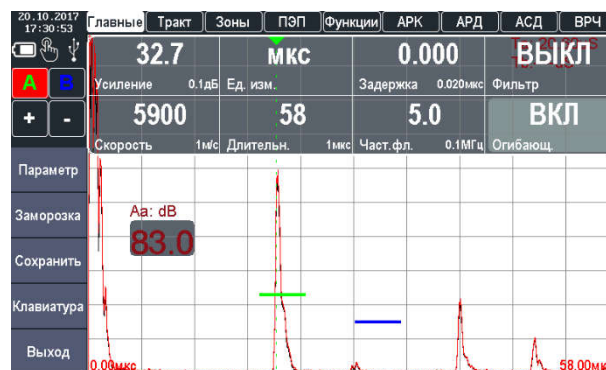

Рисунок 2.51 – Фиксация максимальной амплитуды сигнала в режиме огибающей
6. Включить режим огибающей («ОГИБ.») и зафиксировать максимальную амплитуду сигнала в зоне А от первого (ближнего) отражателя (рис. 2.51).